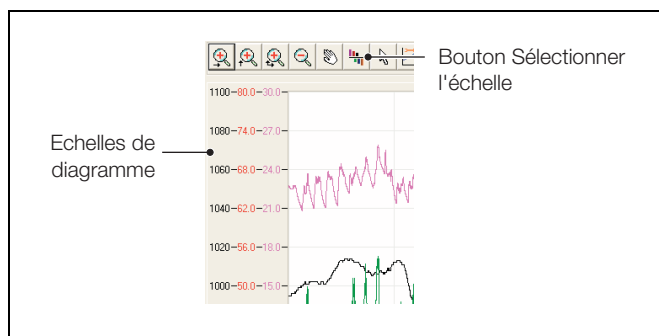

Fig. 3.7 Echelles de diagramme
3.7.3 Echelles de diagramme – Fig. 3.7